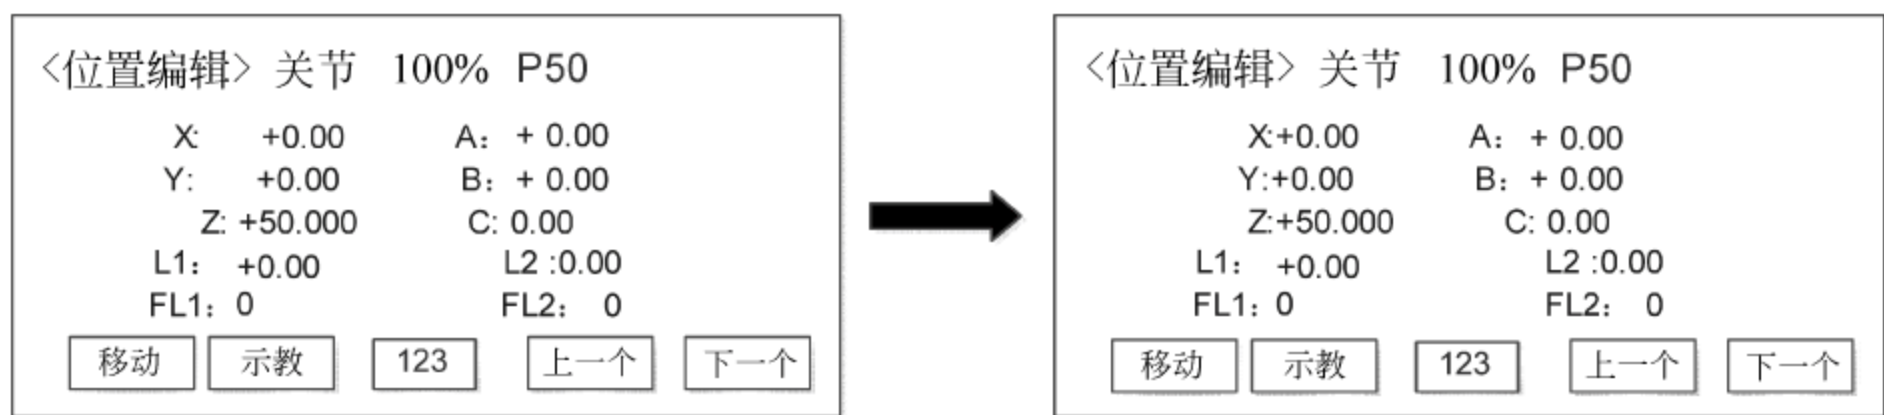

图 4-20 Z 位置输入“50”
- (2) 在 Z 位置输入“50”后按 EXE 键,如图 4-20 所示。
- (3) 修改完成。